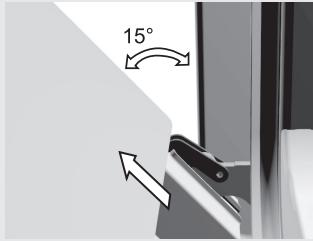

рис. 3
- Чтобы снять внутреннее третье стекло (в некоторых моделях), открутите винты на прокладках с левой и правой стороны (рис. 3). Снимите стекло (в направлении стрелки 2).
- Медленно закрывайте дверцу, пока фиксаторы не упрются в прорези на дверце. Приблизительно при 15° (относительно закрытой дверцы) дверцу немного приподнимите и извлеките из гнезд шарниров на корпусе прибора (рис. 3).